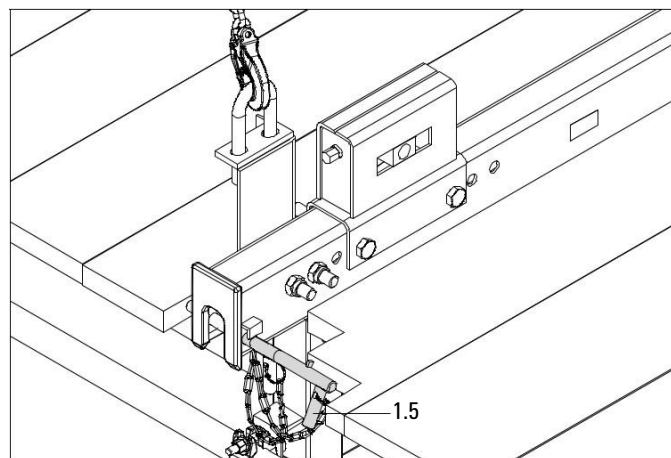

Fig. B1.20
3. Махнете осигурителните болтове (1.5). (Fig. B1.20)